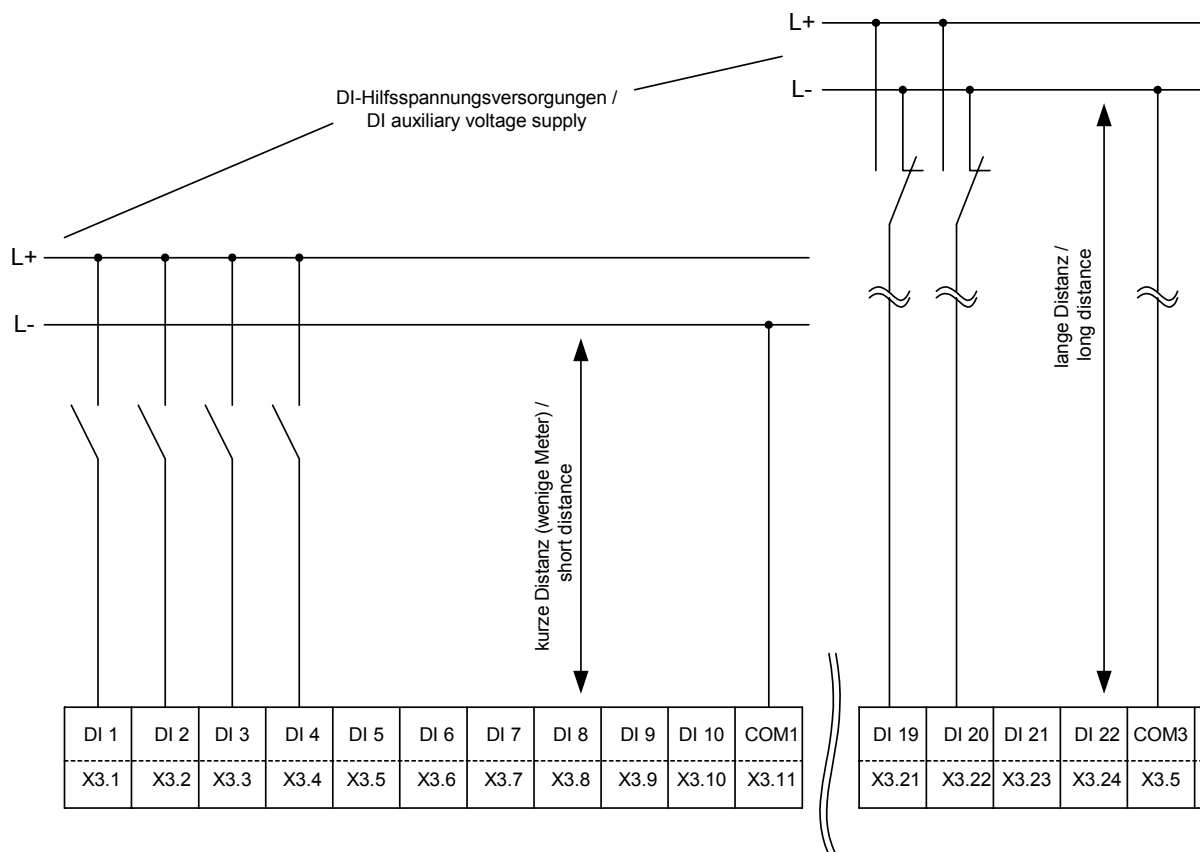

Abbildung 2.22: Anschluss der digitalen Eingänge einer Gruppe
- Die Kontakte für die Signalgebung auf die digitalen Eingänge müssen als Wechselkontakt zur Verfügung stehen (Peripherie), so dass im ungeschalteten Zustand der Öffnerkontakt die Signalleitung auf dasselbe Potential führt wie das des gemeinsamen Rückleiters (s. Abb. 2.22). Die entstehende Antennenwirkung wird dadurch eliminiert.